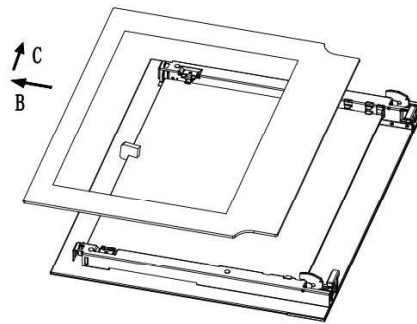

Fig. 7
2. Nehmen Sie das innere Glas langsam heraus (Abb. 7).